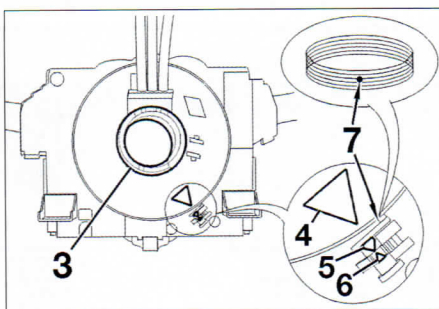

FIG. 5
Apoyar en el centro del contactor giratorio (3) (fig. 5).